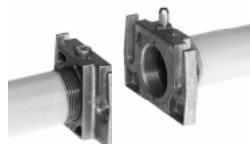

Fig. 25
- 3 Montieren Sie den MultiBloc zwischen den Gewindeflanschen (Fig. 25)